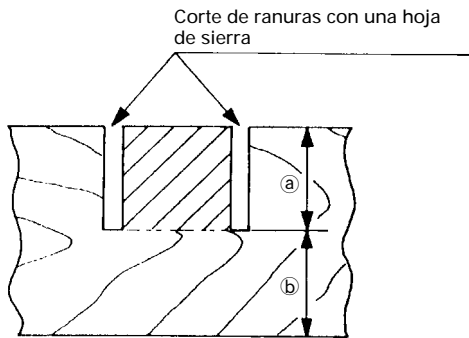

Fig. 46
Posicione la moldura en vértice con su BORDE EN CONTACTO CON LA PARED contra la escuadra de guía y su BORDE DE CONTACTO CON EL TECHO contra los toques de moldura en vértice, tal como se observa en la Fig. 46-b.
Las ranuras podrán cortarse en la pieza de trabajo como se indica en la Fig. 46 regulando el perno de ajuste de profundidad de 8mm.
- (1) Afloje la tuerca de aletas de 8mm y gire el perno de ajuste de profundidad de 8mm con la mano.
- (2) Ajuste la profundidad de corte deseada regulando la distancia entre la hoja de sierra y la superficie de la base (consulte ⑥ de la Fig. 46).
- (3) La tuerca de aletas 8mm deberá quedar adecuadamente apretada después de haber finalizado el ajuste.